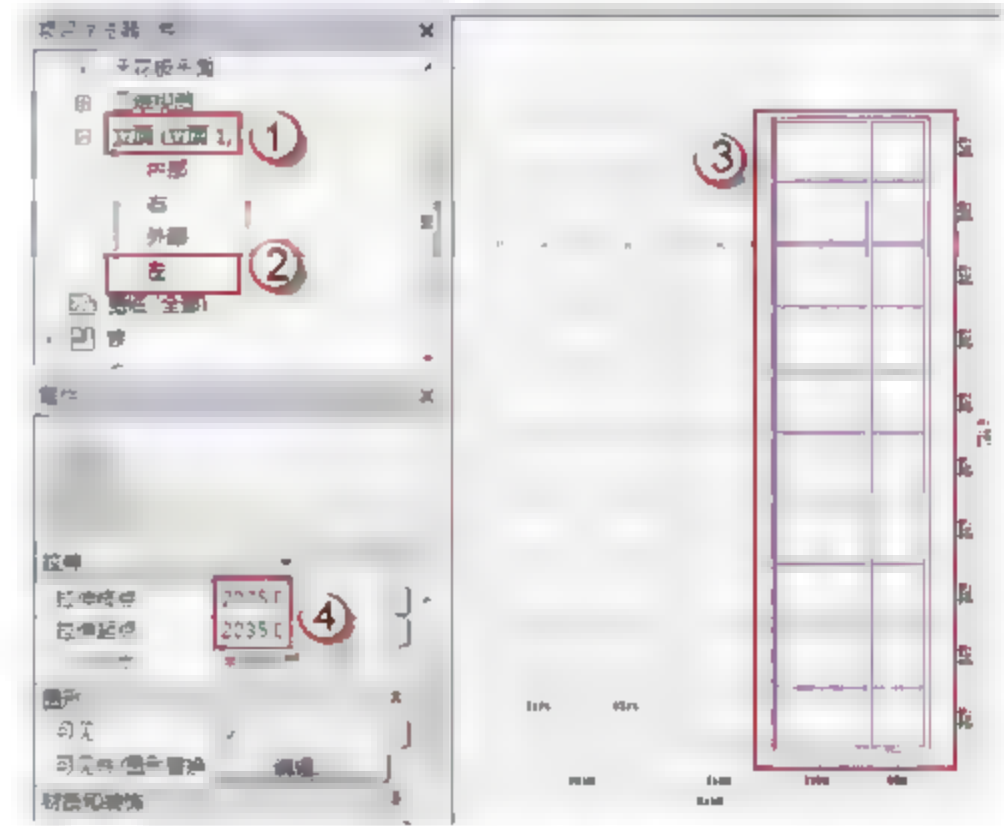

图 7.2.16 MQ6596 转角幕墙窗框的位置及厚度
(14) 绘制 MQ6596 幕墙窗框。选择“项目浏览器”中的“立面（立面 1）”→“左”选项，可以进入 MQ6596 的左部立面视图，选择“创建”→“拉伸”命令，进入“修改 | 编辑拉伸”界面，用菜单中的绘制工具绘制 MQ6596 幕墙窗框，如图 7.2.16 所示。在“属性”面板中，在“拉伸终点”中输入“2075”字样，在“拉伸起点”中输入“2035”字样，完成后，单击√按钮完成绘制。